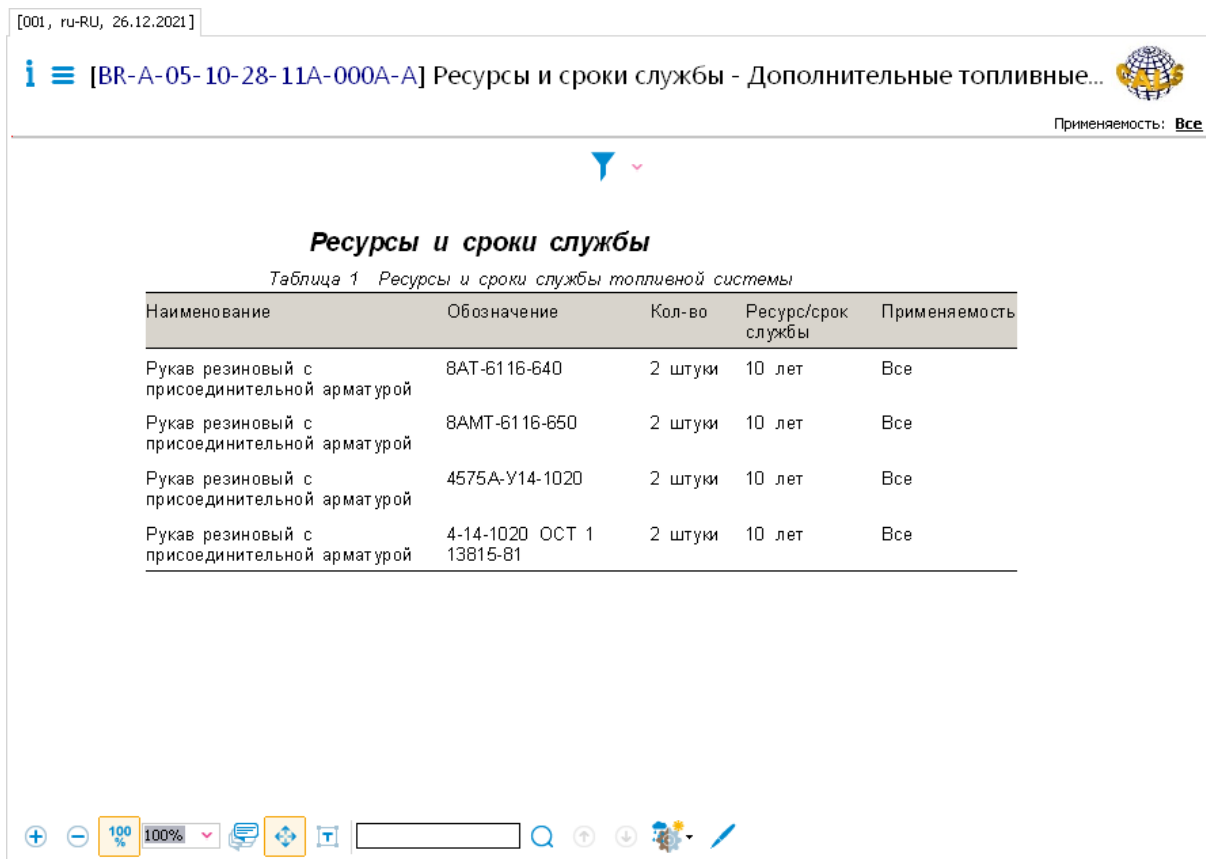

Рис. 129
2. На вкладке **Структура** выберите МД типа «Ресурсы и сроки службы». В окне просмотра МД появится его содержимое (Рис. 129).